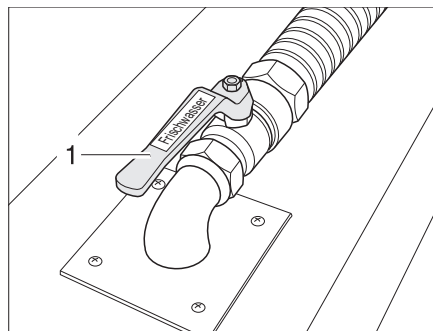

Bild 256 Ablaufhahn im Doppelboden
Der Ablaufhahn (Bild 256,1) ist im Doppelboden angebracht. Der Ablaufhahn ist durch den Schriftzug "Frischwasser" gekennzeichnet.
- Ablaufhahn (Bild 256,1) öffnen. Das Wasser läuft ab.